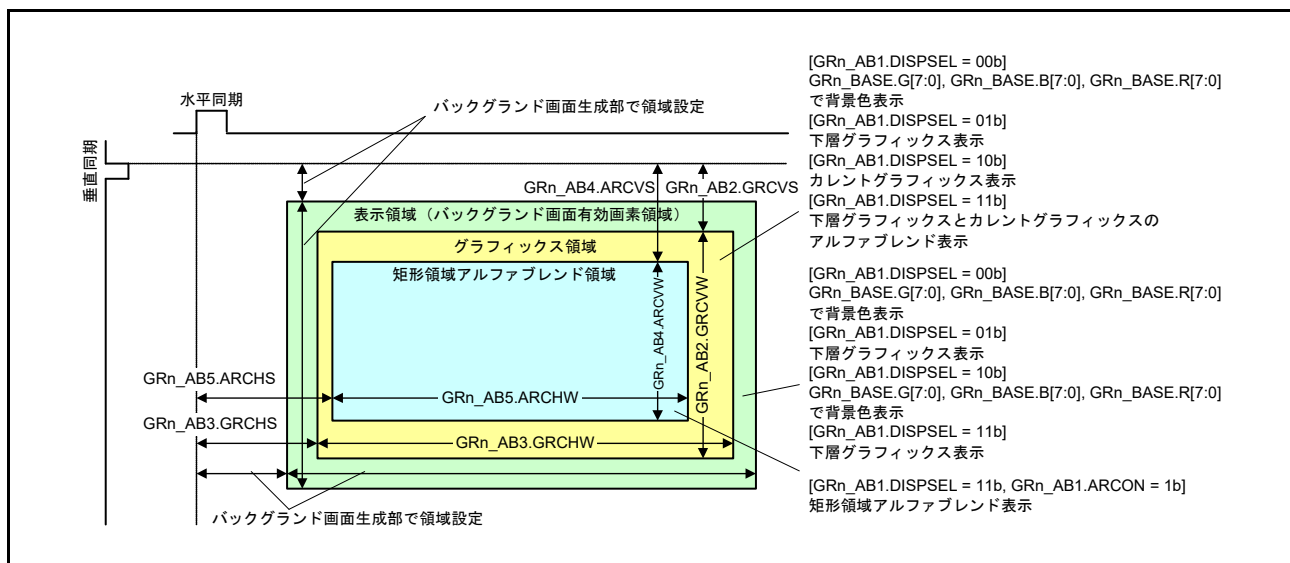

図 58.10 グラフィックディスプレイプレーンの選択
グラフィックディスプレイプレーンを制御します。このプレーンが下層グラフィックとして選択されている場合、前ステージから入力された画像が表示されます (GR1 ではバックグラウンドプレーン、GR2 では GR1 の出力)。背景色については、GRn\_BASE レジスタに指定された背景色が表示されます。現在のグラフィックについては、GLCDC が GPX バスから読み出したグラフィックデータを拡張して取得した ARGB8888 データが表示されます。現在のグラフィックディスプレイが選択されている場合 (これらのビットは 10b)、ピクセルで表したアルファブレンディング値にかかわらず RGB888 データが表示されます。表 58.8 と図 58.10 に、レジスタ設定とディスプレイ領域の関係を示します。
垂直同期信号 (VS) のアサートを基準にして、グラフィック画像領域の垂直開始位置を指定します。グラフィックディスプレイプレーンとの関係については、図 58.10 を参照してください。
水平同期信号 (VS) のアサートを基準にして、グラフィック画像領域の水平開始位置を指定します。グラフィックディスプレイプレーンとの関係については、図 58.10 を参照してください。
垂直同期信号 (VS) のアサートを基準にして、矩形領域アルファブレンディング画像領域の垂直開始位置を指定します。グラフィックディスプレイプレーンとの関係については、図 58.10 を参照してください。
水平同期信号 (HS) のアサートを基準にして、矩形領域アルファブレンディング画像領域の水平開始位置を指定します。グラフィックディスプレイプレーンとの関係については、図 58.10 を参照してください。